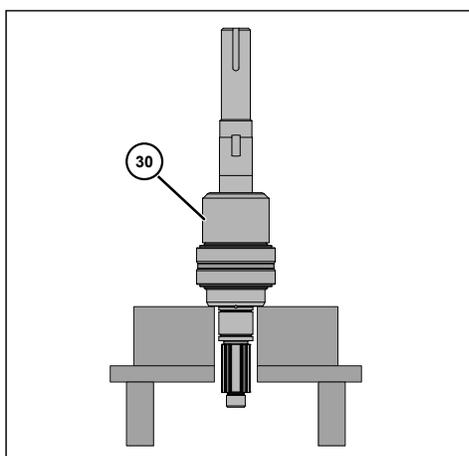

Ilustración 82 - Instalación del espaciador de rodamientos
9. Instale el separador del rodamiento (Ilustración 82, elemento 30).